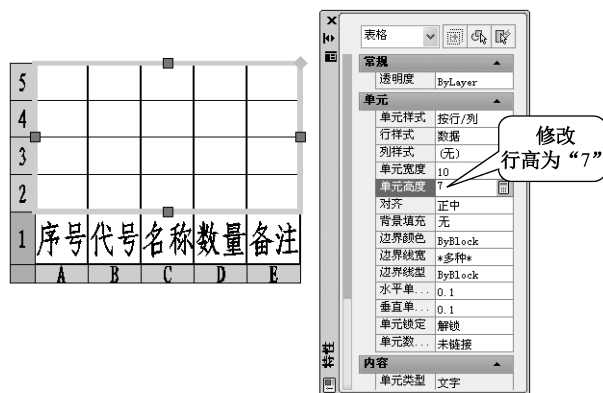

图 6-38 修改“数据”单元格行高
(2) 选择所有“数据”单元格并右击，选择“特性”选项，打开“特性”选项板，在“单元高度”文本框中输入“7”（即修改表头行高为“7”），按 Enter 键结果如图 6-38 所示。